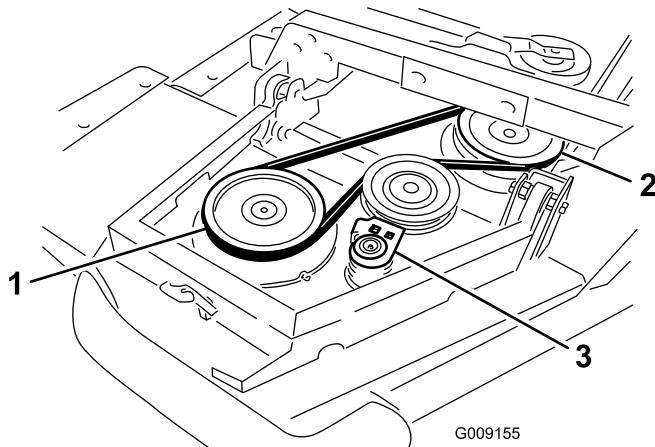

Figure 5
- Commencez par chauffer la courroie autour de la poulie d'axe de l'ailette et de la poulie d'axe du plateau avant (Figure 5).
- À l'aide d'une clé à cliquet ou d'un outil similaire, éloignez la poulie de tension des autres poulies (Figure 5).